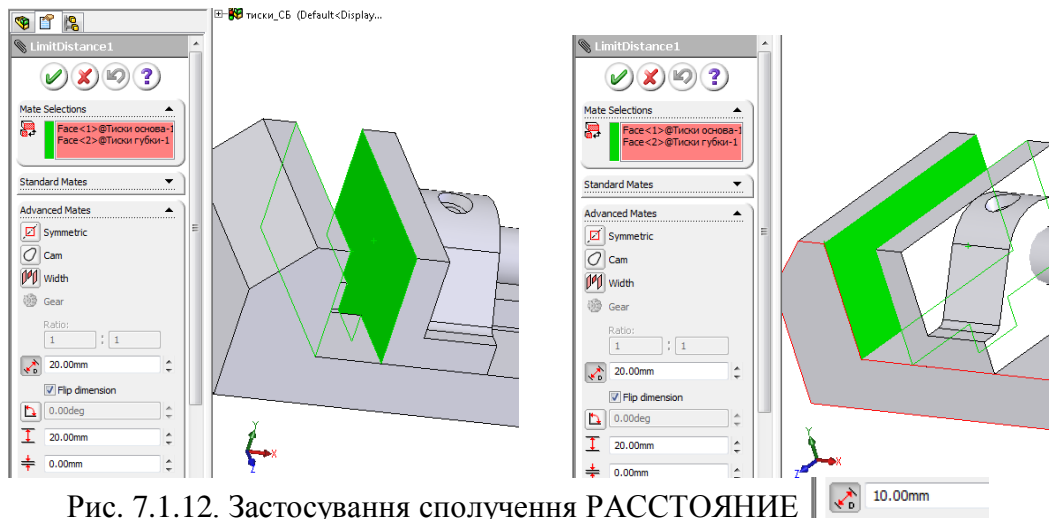

Рис. 7.1.12. Застосування сполучення РАССТОЯНИЕ
7. Давайте створимо взаємозв'язок, що не буде фіксувати положення механізму, але обмежить його пересування вздовж направляючих. Для в розділі РОСШИРЕННІЕ СОПРЯЖЕНИЯ виберіть взаємозв'язок РАССТОЯНИЕ . Як відстань вкажіть 20, мінімальна відстань 0. Гранями для створення взаємозв'язку є задня поверхня губок і відповідний упор на основі (рис. 7.1.12).